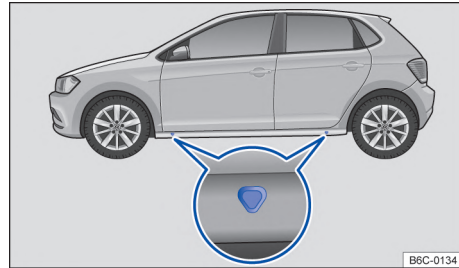

Fig. 200 Puntos de apoyo del gato.
El gato únicamente puede ser posicionado en los puntos de apoyo indicados (marca en la carrocería) → fig. 200. Es válido el punto de apoyo ubicado próximo a la rueda correspondiente →
7. Buscar debajo del vehículo el punto de apoyo del gato → fig. 200 más cercano a la rueda que se debe cambiar.